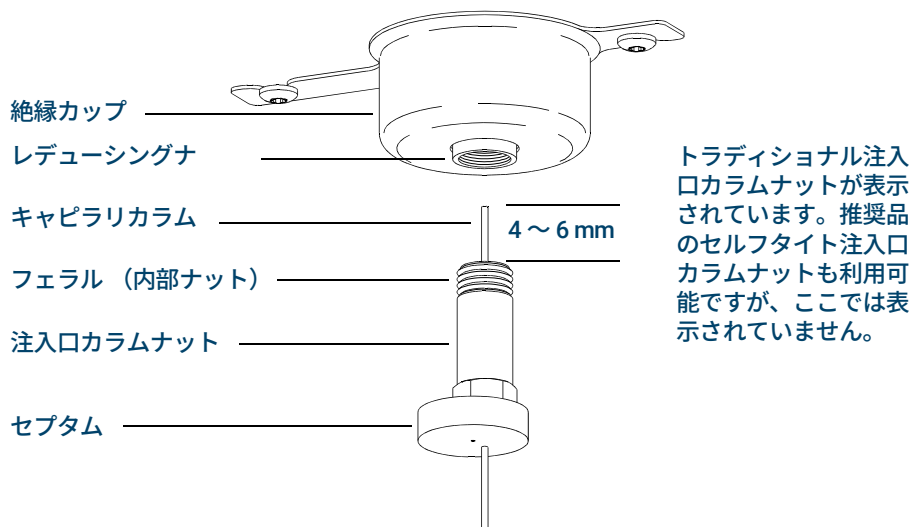

図 4. スプリット / スプリットレス注入口へのキャピラリカラムの取り付け
- 7 カラムをフェラルの端から 4～6 mm 出るように調整します。(図4を参照してください)。